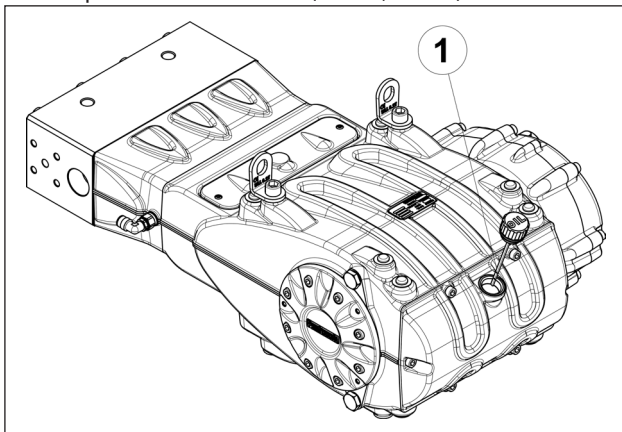

Abb. 9
5. Der Ölstand im Pumpengehäuse korrekt ist, u.z. über den entsprechenden Messstab (Pos. ①, Abb. 9).